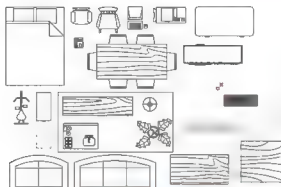
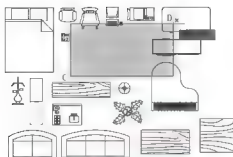
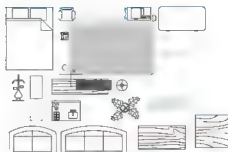
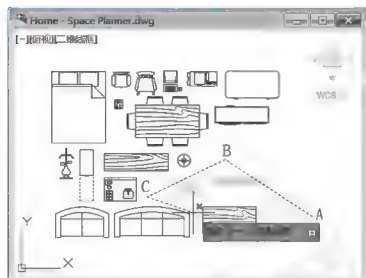

图 1.27 删除“钢琴”
图 1.28 从左向右选为窗选
图 1.29 从右向左选为交叉选
图 1.30 栅选
- (1) 调整视图: 双击鼠标滚轮执行【范围缩放】命令, 使图形居中并占满整个屏幕。
- (2) 单击修改工具栏上的【删除】命令图标, 或在命令行输入“E”后按 Enter 键启动【删除】命令。
- (3) 此时绘图区的光标变成一个小方块, 查看命令行, 在选择对象: 提示下, 将光标移到“钢琴”上并单击, “钢琴”即被选中并呈灰色显示(见图 1.27), 按 Enter 键结束命令后“钢琴”即被删除。
- (1) 调整视图至图 1.27 所示的状态。
- (2) 启动【删除】命令, 查看命令行。
- (3) 在选择对象: 提示下, 从左下 C 点至右上 D 点拖动窗口, 如图 1.28 所示。“餐桌”含在窗口内, 将会被选中, “钢琴”和“沙发”等与窗口相交, 则不会被选中, 按 Enter 键后“餐桌”即被删除。
- (4) 按 Ctrl+Z 组合键执行【放弃】命令。
- (2) 启动【删除】命令, 命令行出现选择对象: 的提示。
- (3) 如图 1.29 所示, 从右上 D 点至左下 C 点拉窗口。“茶几”含在窗口内, “沙发”和“钢琴”等与窗口相交, 它们均将被选中。按 Enter 键后被选中的对象即被删除。
- (4) 按 Ctrl+Z 组合键返回。注意区分, 窗选拉出的是蓝色透明窗口, 且窗口轮廓线为实线; 交叉选拉出的是绿色透明窗口, 且窗口轮廓线为虚线。
- (2) 在命令行输入“E”后按 Enter 键，启动【删除】命令。
- (3) 在**选择对象**:提示下，输入“F”后按 Enter 键。
- (4) 在**指定第一个栏选点或拾取/拖动光标**:提示下，在 A、B、C 处依次单击后，拉出如图 1.30 所示的虚线，虚线和“方桌”“钢琴”“花”相交，按 Enter 键后它们呈灰色显示（即被选中）。
- (5) 在**选择对象**:提示下，按 Enter 键结束【删除】命令，被选中的图形即被删除。
- (6) 按 Ctrl+Z 组合键执行【放弃】命令。